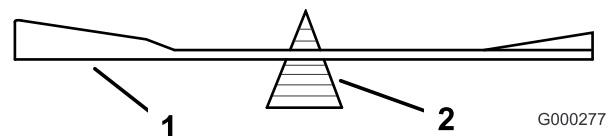

Figura 80
2. Verifique el equilibrio de la cuchilla colocándola sobre un equilibrador de cuchillas (Figura 80).